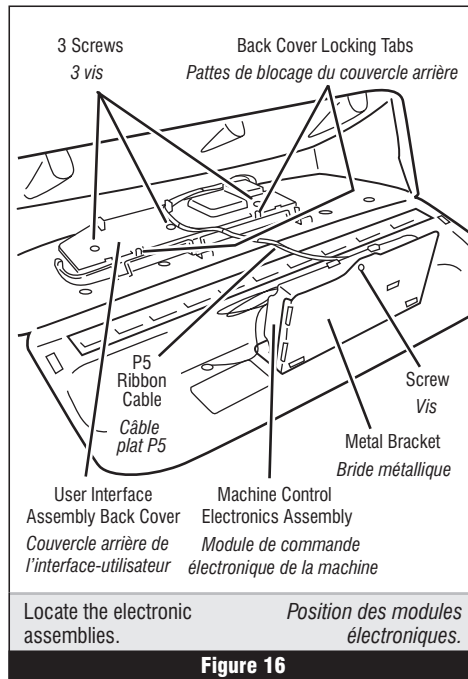

Figure 16
There are two electronic assemblies; the machine control electronics and the user interface electronics. See figures 16 and 17.
4. Remove the one screw holding the machine control assembly to the metal bracket. See figure 16.
3. Remove the wire connections from the user interface assembly, including the P5 ribbon cable. See figure 16.
5. The user interface assembly is held to the console insert panel by three screws and two locking tabs. After the screws are removed, lift each of the locking tabs to remove the back cover of the user interface assembly. See figure 16.
Il y a deux modules électroniques; le module de commande électronique de la machine, et le module de l'interface-utilisateur. Voir figures 16 et 17.
4. Enlever la vis fixant le module de commande sur la bride métallique. Voir figure 16.
3. Débrancher toutes les connexions des conducteurs sur l'interface-utilisateur, y compris le câble plat P5. Voir figure 16.
5. L'interface-utilisateur est fixée sur le panneau de la console par trois vis et deux pattes de blocage. Après avoir enlevé les vis, soulever chacune des pattes de blocage pour séparer le couvercle arrière de l'interface-utilisateur. Voir figure 16.